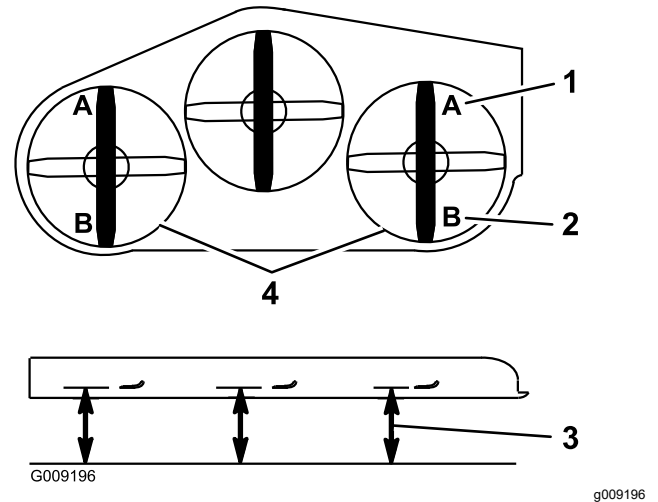

Figura 98
9. En ambos lados de la carcasa, mida desde la superficie nivelada hasta la punta delantera de la cuchilla (Posición A), según se muestra en Figura 98.
15. En ambos lados de la carcasa, mida desde la superficie nivelada hasta la punta trasera de la cuchilla (Posición B), según se muestra en **Figura 98**.